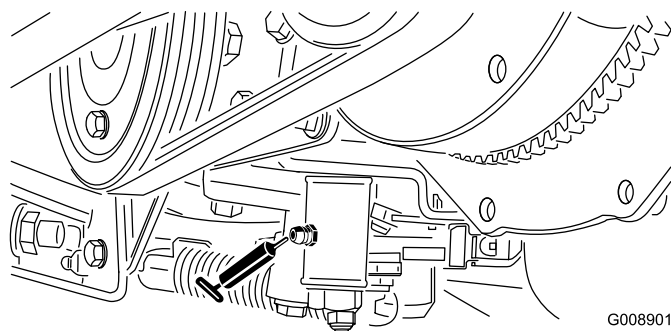

Figura 51
- Meccanismo di regolazione della folle (Figura 51)